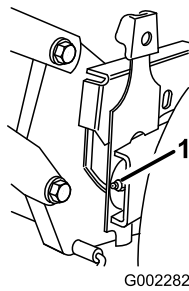

Figure 19
2. Essayez les graisseurs à l'aide d'un chiffon propre (Figure 19).
3. Raccordez un pistolet à graisse à chaque graisseur et injectez deux ou trois jets de graisse universelle au lithium N° 2 (Figure 19).